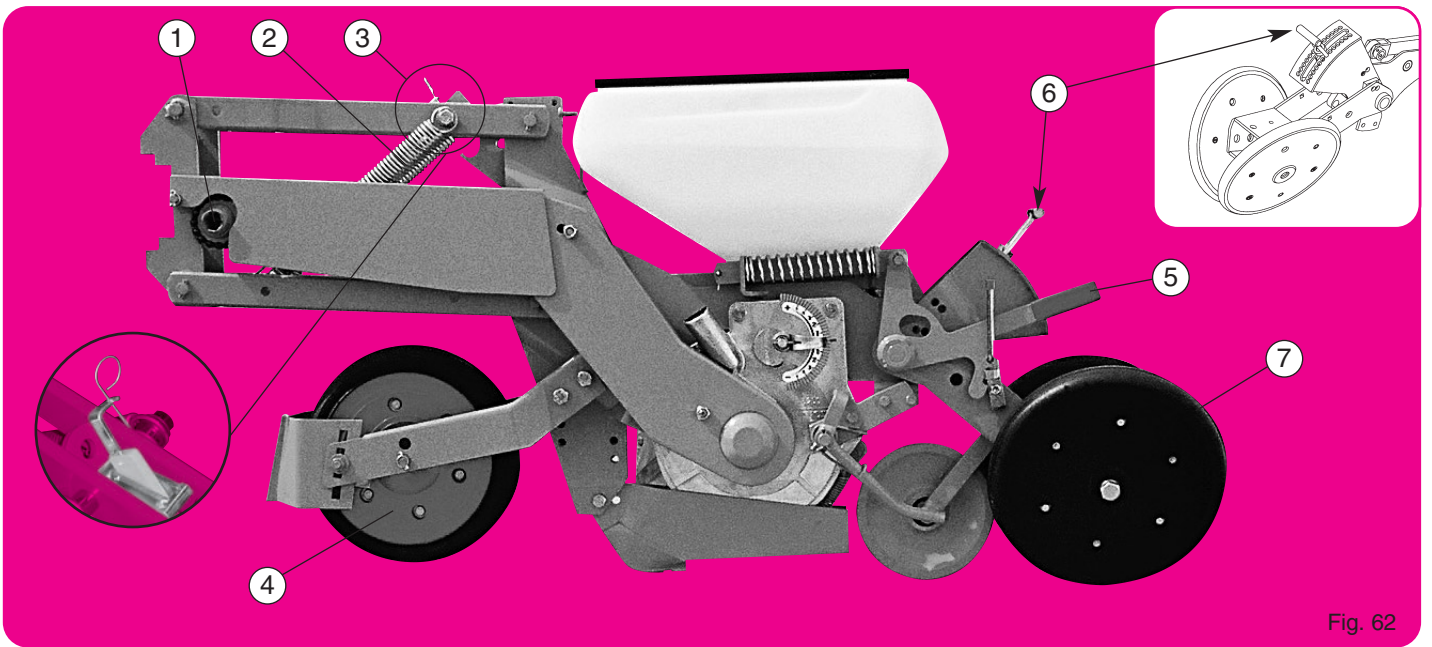
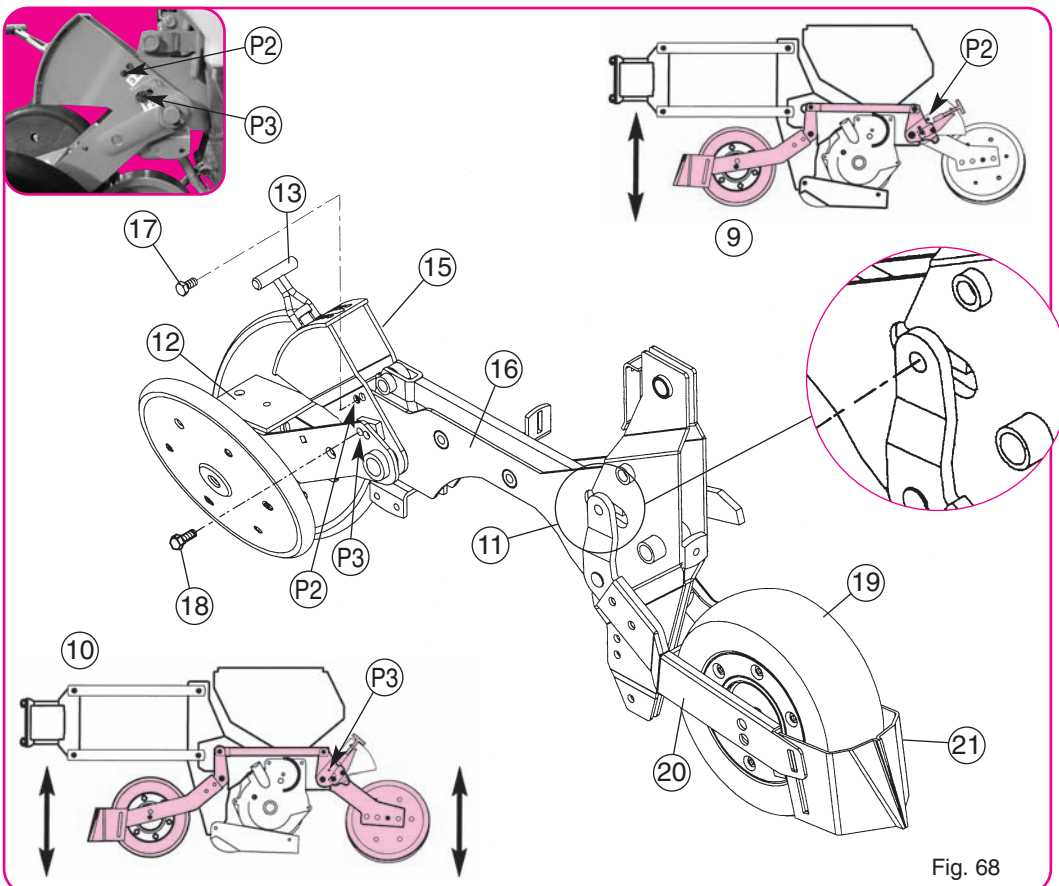

Fig. 62
Fig. 68
**Version de base** (fig. 62) élément monté sur parallélogramme, terrage par balancier - système à crans (fig. 62)
**ATTENTION** : avec roue avant ou double disque + roues accolées : au travail, le 3ème point du tracteur sera à régler pour permettre un débattement convenable : Axe ⑪ fig. 68 au centre de la lumière.
- ① Système de sécurité (fig. 62) : il provoque un crabotage sonore en cas de blocage de la distribution. Un arrêt est alors obligatoire (voir page 29). Graisser les dents du crabot à la mise en route pour faciliter les premiers déclenchements.
- ② Ressorts de parallélogramme : ils accentuent le poids de l'élément. En cas de trop forte pénétration, les ressorts peuvent être supprimés (1 ou les 2).
- ④ Roue avant 300 x 100, axe monté sur trou inférieur pour terrage peu profond (betterave)
- ⑤ Bras de tension ressort. Ce levier permet de répartir le poids de l'élément sur les roues avant-arrière.
- ⑥ Réglage du terrage (fig. 62) par crans.
- ⑦ Réglage de l'écartement des roues (fig. 62) : 2 bagues sur moyeux que l'on place, soit côté inférieur, soit côté extérieur, permettent d'obtenir 2 écartements à la base. Utiliser les roues resserrées pour semis superficiels (1 à 3 cm).
- ⑨ Fig. 68 : Terrage sur roue avant, à partir de l'élément betterave (fig. 62), il faut supprimer la vis ⑩ en P3, le bloc arrière ⑫ est libre. Le secteur ⑬ doit être fixé sur le corps ⑭ par la vis ⑮ en P2. La profondeur de mise en terre est obtenue en modifiant la position de la roue avant en actionnant le levier ⑯ (réglage par crans).
**Basic version** (fig. 62) element mounted on a parallelogram, depth control via swinging arm, notch system (fig. 62) - 300 x 100 self-cleaning front wheel with clod remover - beetroot share - stainless steel tyre intermediate roller - self-cleaning inclined rear wheels - 20 litre grain tank.
**ATTENTION** : When using front press wheel or double disc openers with side press wheels. When operating, the top link of the tractor has to be adjusted. Axle ⑪ fig. 68 at the centre of the opening.
- ① Safety system (fig. 62) : this causes the clutch to sound in case of a blockage in the metering system. When this clutching sound is heard, stop the machine immediately (see page 29).
- ② Parallelogram springs : these increase the element's weight. If the penetration is too great, the springs may be removed (one or both).
- ④ 300 x 100 front wheel, axle mounted on lower hole for shallow depth control (beetroot).
- ⑤ Torque arm with spring. This lever allows the element's weight to be distributed between the front/rear wheels.
- ⑥ Depth control adjustment (fig. 62) via notches.
- ⑦ Adjustment of the spacing of press wheels (fig. 62) : placing the 2 bushings on the inside or the outside of the wheel hub allows for 2 basics widths. Use the narrow setting for shallow seeding (1-3 cm) (3/8 - 1 1/2").
- ⑨ Fig. 68 : Depth via the front wheel, using the beetroot element (fig. 62) The P3 screw ⑩ must be removed to release the rear unit ⑫. The sector ⑬ must be secured to the body ⑭ via the P2 screw ⑮. The planting depth is adjusted by changing the position of the front wheel using the lever ⑯ (adjustment via notches).
Grundausführung (Abb. 62): Vorrichtung auf Parallelgramm, Tiefenregulierung über Heckblock, Rastersystem. (Abb. 62) Selbstreinigendes Vorderrad 300 x 100 mit Klutenräumer. Zuckerrüben-Schar. Zwischenrolle mit Edelstahlradstreifen. Geneigte Hinterräder mit Selbstreinigung. Saatgutbehälter 20 Liter.
**ACHTUNG**: Wenn die vordere Andruckrolle oder Doppelscheibenschar mit Andruckrollen montiert sind - Das Schraubenloch soll genau in der Mitte vom Schlitz sein, wenn die Sämaschine in der Arbeitsstellung ist. Achse ⑪ Abb. 68 In der Mitte der, länglichen lochform.
- ① Überlastsicherung (Abb. 62): Wenn die Säscheibe blockiert ist (durch Einwirkung von Fremdkörpern) spricht die Überlastsicherung an durch ein knarrendes Geräusch. Halten Sie sofort die Maschine an um die Ursache festzustellen (siehe Seite 29). Bei der Inbetriebsetzung sind die Zähne der Kupplung zu schmieren, um das Auslösen der Kupplung zu erleichtern.
- ② Federn am Parallelgramm: zur Gewichtserhöhung. Bei zu tiefem Einsinken kann man die Federn entfernen (eine, oder beide).
- ④ Vorderrad 300 x 100, Achse in unterem Loch bei geringer Arbeitstiefe (Zuckerrüben).
- ⑤ Spannarm an Feder. Dieser Hebel verteilt das Gewicht der Vorrichtung gleichmäßig auf die Vorder- und Heckräder.
- ⑥ Einstellung Arbeitstiefe (Abb. 62) mit Rastersystem.
- ⑦ Weiteinstellung der Andruckrollen (Abb. 62): Beim Einsetzen der Distanzhülsen auf der einen oder anderen Seite der Achse, können zwei verschiedene Weiten der Andruckrollen erzielt werden. Bei oberflächlicher Aussaat (1 bis 3 cm) sind die eng liegenden Andruckrollen zu verwenden.
- ⑨ Abb. 68: Tiefenregulierung über-Vorderrad, mit Zuckerrüben-Teil (Abb. 62), hier Schraube ⑩ in P3 lösen, das Heckteil ⑫ ist dann frei. Sektor ⑬ muss mit Schraube ⑮ an ⑭ in P2 befestigt werden. Einstellung der Arbeitstiefe am Hebel ⑯ des Vorderrades (Rastersystem).
Базовая версия (рис. 62) высевальной секции, установленной на параллелограмме, глубина регулируется через задний рычаг по меткам (рис. 62) – переднее колесо 300 x 100 с комьеотводом - стандартный свекловичный киль – промежуточное прикатывающее колесо из нержавеющей стали -самоочищающиеся наклонные задние прикатывающие колеса - 20-литровый бункер для зерна.
При использовании переднего колеса или колеса с двойным открывающим диском и задних прикатывающих колес, центральная тяга навески трактора должна быть отрегулирована. Ось ⑪ рис. 68 должна располагаться в центре продольного отверстия.
- ① Предохранительная система (рис. 62): эта кулачковая муфта заставляет звучать в случае блокировки высевального аппарата. Когда слышен звук, немедленно остановите машину (см. страницу 29).